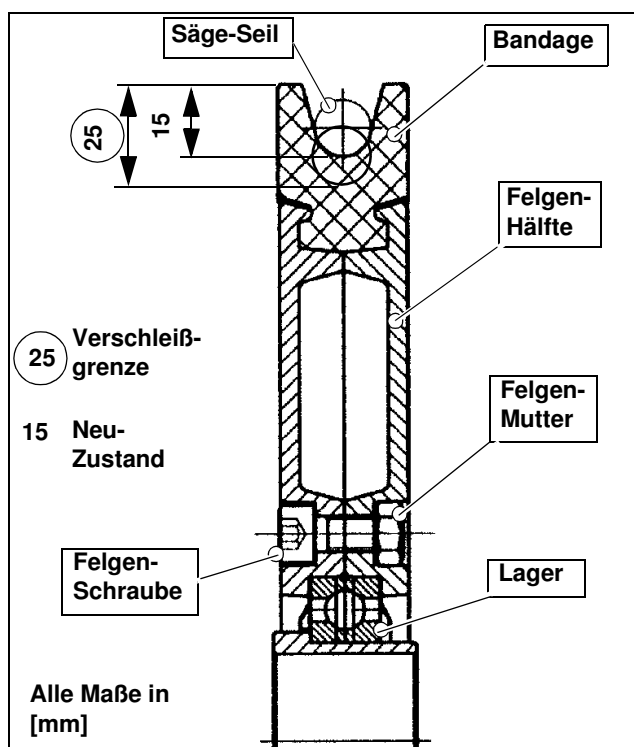

Bild 8.3 Verschleißgrenze der CSA•1001 Seil-Speicherrollen-Bandage (Seil-Speicherrolle im Halbschnitt)
2. Prüfen, messen Sie, ob die Speicherrollen-Bandagen die Verschleißgrenze(n) erreicht haben (Bild 8.3)!
In einer Felgenhälfte sind Mutter-Aufnahmen als Drehsicherung eingearbeitet und in der anderen Felgenhälfte befinden sich zylindrische (runde) Bohrungen für die (runden) Innsechskantschrauben (Bild 8.3)!